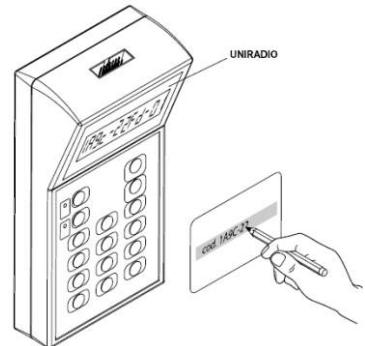
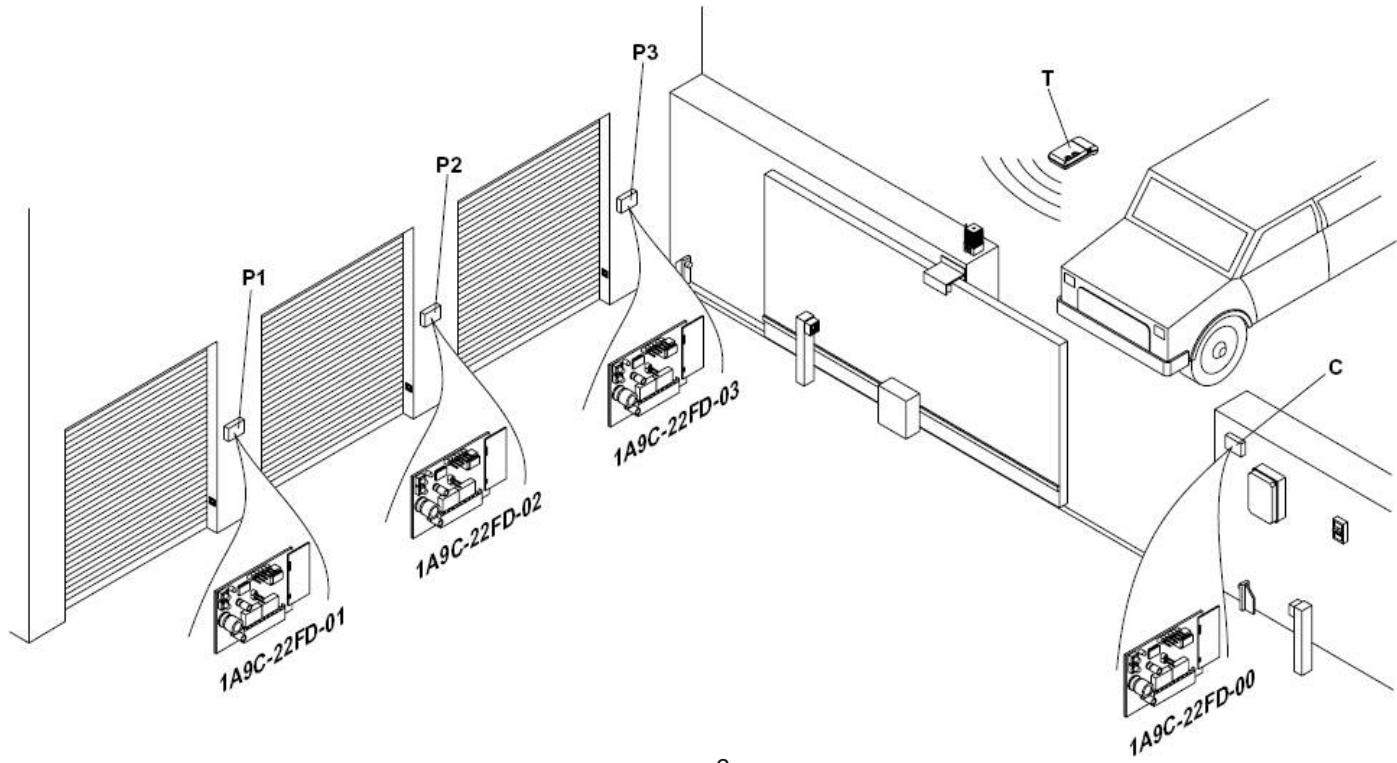

рис. 5
рис. 6
После считывания кода-ключа советуем записать его на специальной карточке пользователя (рис. 5).
После считывания кода-ключа советуем его записать на специальной бирке, прилагаемой к пульту (только для пультов MITTO) и вручить пользователю (рис. 5). Для создания клонов обратитесь к инструкции UNIRADIO или, для создания дополнительных пультов, следуйте указаниям:
С помощью программатора UNIRADIO можно организовывать коллективные установки. Например, возможно управлять с одного пульта «коллективным приемником» (реф. »С», рис. 5), и приемником «частным» (реф. РХ, рис.6).
Если вам требуется установка, аналогичная рис.6, для этого необходимо передать коллективный код с приемника «С» (например 1A9C-22FD-00), затем передать на частные приемники тот же код с возрастающими последними цифрами (01, 02, 03 и т.д.).
6) Подключите программируемый приемник как показано на рис.5
Номер передаваемого кода, выбранного на усмотрение пользователя или установщика, позволит в любой момент создать и клонировать другие пульты д/у. Рекомендуется записать код на специальной бирке и хранить пользователю «частного» приемника (рис.6).